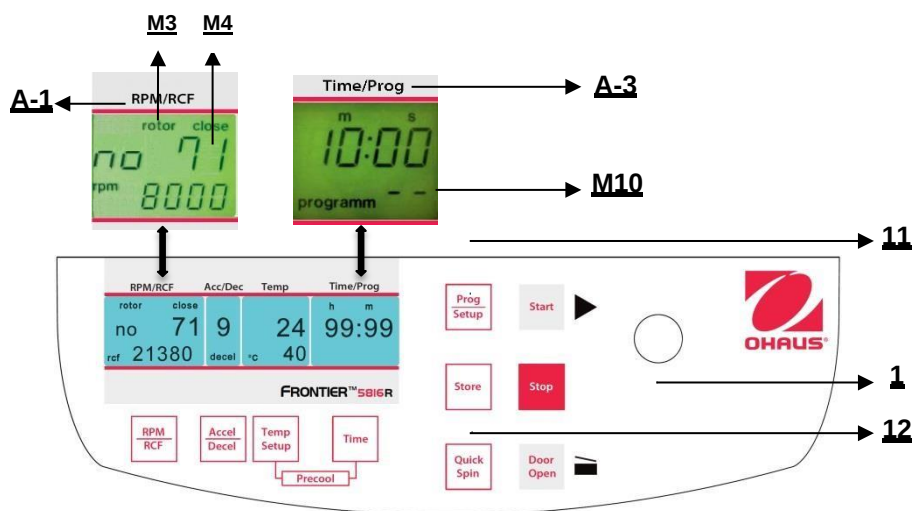

Abbildung. 28
Um gespeicherte Programme aufzurufen, drücken Sie die Taste **"Prog/Setup"** (11) (siehe Abbildung 28), während der Deckel bereits geschlossen ist. Innerhalb der Anzeige **"Time/Prog"** (A-3) erscheint **"program--"** (M10). Die gewünschte Programmnummer kann vorab mit dem Anpassungsknopf (1) ausgewählt werden.